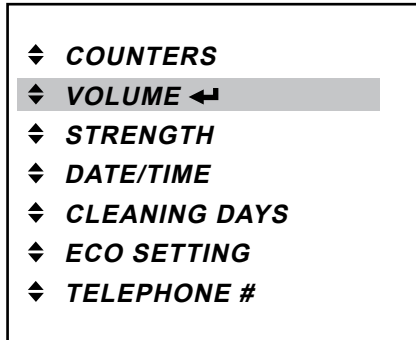

Рис. 39
1. Нажать кнопку ввода , чтобы вызвать меню «VOLUME» («ОБЪЕМ»). (Рис. 39)